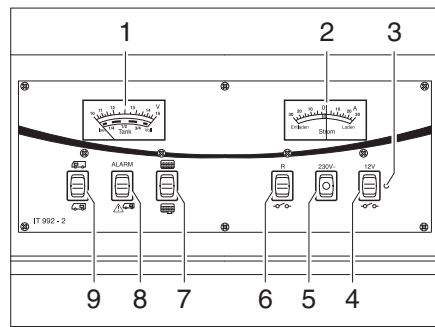

Fig. 187 Panneau de contrôle IT 992
Observer sur l'indicateur de charge/de niveau de réservoir (Fig. 187,1), la graduation supérieure. L'indicateur s'éclaire automatiquement dès qu'un commutateur est actionné.
- Commutateur à bascule (Fig. 187,9) vers le haut "☺" : La tension de la batterie de démarrage est affichée.
- Pousser le commutateur à bascule (Fig. 187,9) vers le bas "☹" : La tension de la batterie de cellule est affichée.
Observer sur l'indicateur de charge/de niveau de réservoir (Fig. 187,1) la graduation inférieure. L'indicateur s'éclaire automatiquement dès qu'un commutateur est actionné.
- Commutateur à bascule (Fig. 187,7) vers le haut  : Le niveau du réservoir d'eau est affiché.
- Pousser le commutateur à bascule (Fig. 187,7) vers le bas  : Le niveau du réservoir d'eaux usées est affiché.
Le voyant d'alerte rouge ALARME (Fig. 187,8) clignote dès que la charge de la batterie de cellule descend en dessous de 11 V (mesurée en marche) et qu'il y a risque de décharge profonde des batteries.
L'indicateur de courant (Fig. 187,2) affiche en permanence le courant de batterie circulant momentanément. L'indicateur s'éclaire automatiquement dès qu'un commutateur est actionné.
L'interrupteur principal 12 V (Fig. 187,4) établit ou coupe le panneau de contrôle et l'alimentation 12 V de la cellule.
Mise en service : ■ Commutateur à bascule (Fig. 187,4) vers le haut "—○—○—" : L'alimentation 12 V de la cellule est assurée. Le voyant de contrôle (Fig. 187,3) s'allume en vert.
Mise hors service : ■ Pousser le commutateur à bascule (Fig. 187,4) vers le bas "—○—○—" : L'alimentation 12 V de la cellule est coupée. Le voyant de contrôle (Fig. 187,3) s'éteint.
Le voyant de contrôle 12 V (Fig. 187,3) s'allume dès que l'interrupteur principal 12 V (Fig. 187,4) est enclenché.
Le voyant de contrôle 230 V jaune (Fig. 187,5) s'allume lorsque la tension de réseau est présente à l'entrée du bloc électrique.
Mise en service : ■ Pousser le commutateur à bascule (Fig. 187,6) vers le haut : Selon le modèle, la pompe de circulation, la pompe à eau sous pression ou le chauffage électrique pour le réservoir d'eaux usées sont mis en service.
Mise hors service : ■ Pousser le commutateur à bascule (Fig. 187,6) vers le bas "—○—○—" : Le circuit électrique est désactivé.